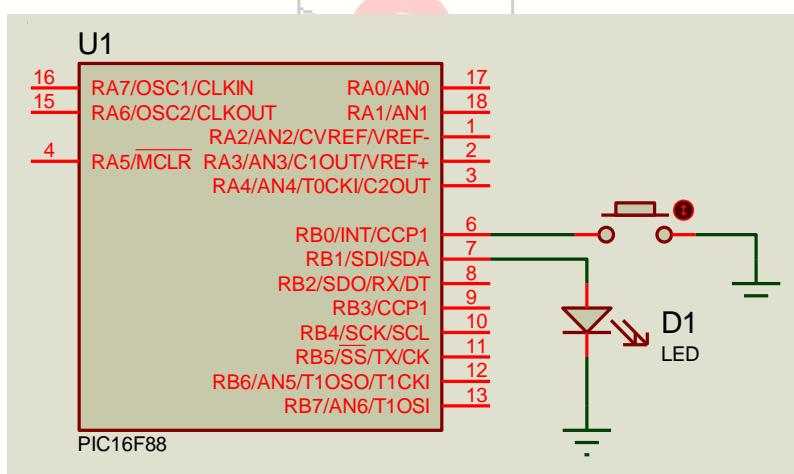

Figura 7.4 Circuito del problema INT3.c
**INT3.c:** Mientras se presiona el pulsador conectado en RB0 el LED conectado a RB1 (figura 7.4) parpadea con una cadencia de 500 ms ON y 200 ms OFF.